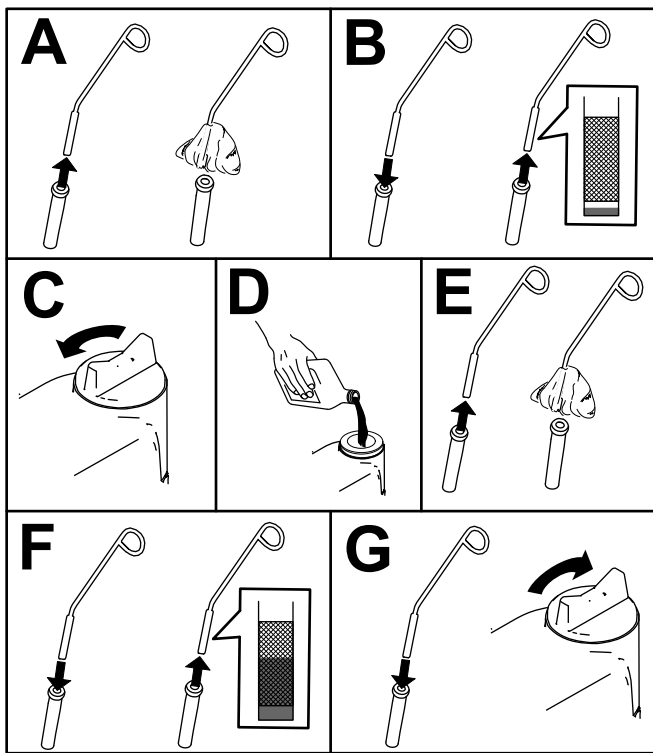

Figura 56
5. Compruebe el nivel de aceite y añada más aceite si es necesario (Figura 56).